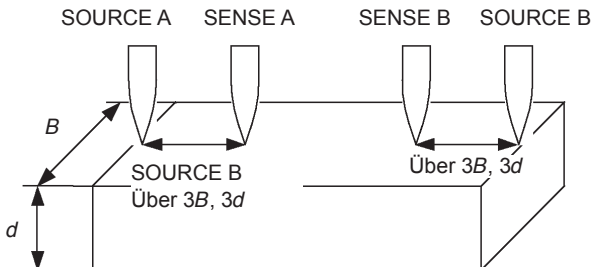

Abb. 9 Positionen der Messfühler auf einem breiteren/dickeren Messobjekt
Zur Vermeidung der Auswirkungen dieses Phänomens wird die Erkennung von Spannung im Inneren von Strom anwendenden Punkten empfohlen. Im Allgemeinen kann, wenn der Spannungserkennungspunkt weiter im Inneren des Stromanwendungspunktes als die Breite (B) und Dicke (d) des Messobjekts ist, als einheitlich angesehen werden. Wie in Abb. 9 dargestellt sollten die SENSE-Anschlüsse innen mit einem Abstand von mindestens $3B$ oder $3d$ mm von den SOURCE-Anschlüssen liegen.